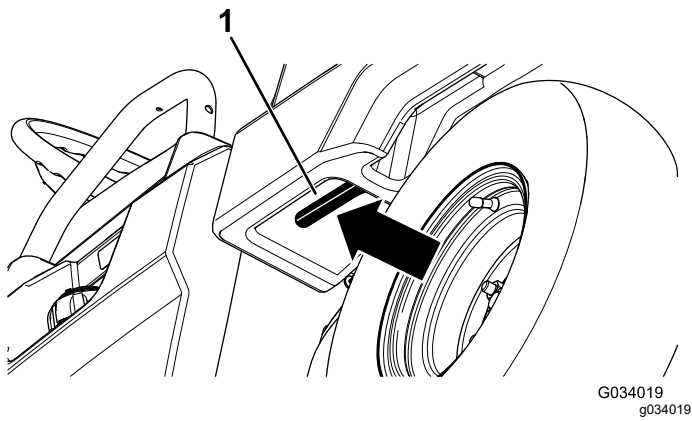

Figura 15
1. Puxe a alavanca para a esquerda, dentro da plataforma de carga, para si, e eleve a plataforma de carga (Figura 15).
1. Levante ligeiramente a plataforma de carga levantando a alavanca de bloqueio (Figura 15).